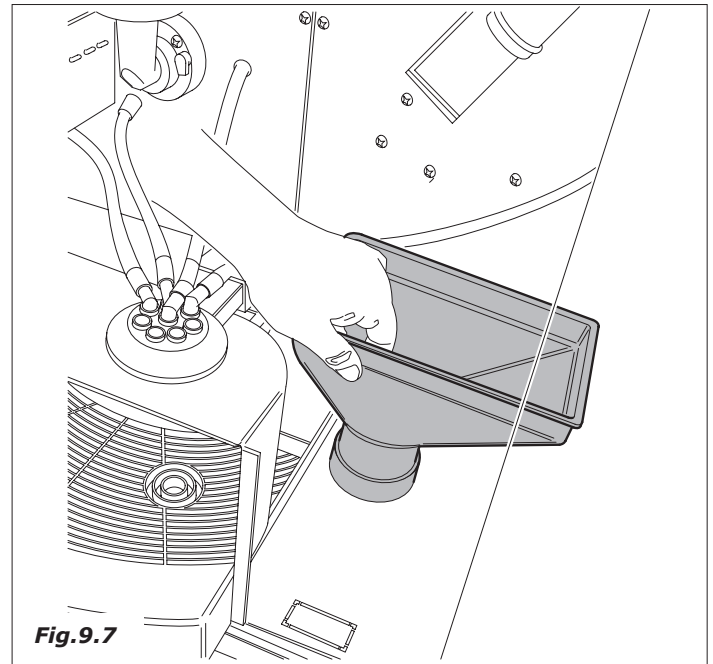

Fig.9.7
- Introducir la rampa de recolección de los desperdicios en el alojamiento superior del tubo (Fig. 9.7).